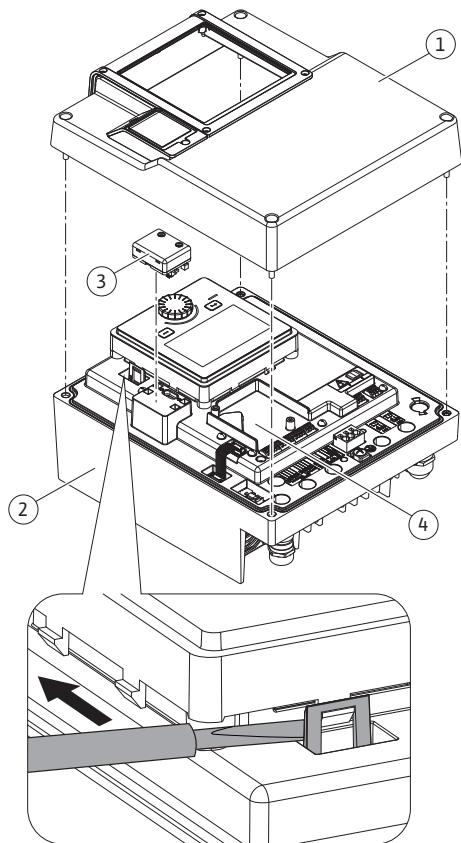
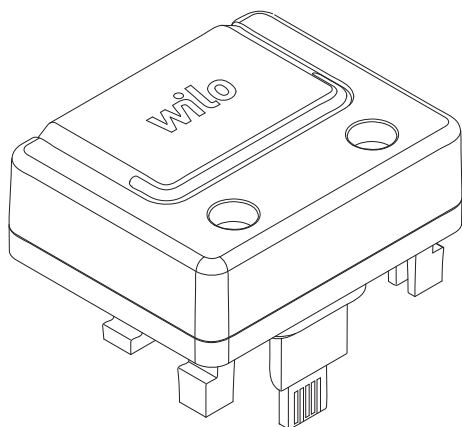

Fig. 26: Modul electronic
Fig. 27: Modul Wilo-Smart Connect BT
| Partea superioară a modulului electronic   | Fig. 26, Poz. 1Fig. 1, Poz. 2 | Torx 25/M5                 | 4,5   |                     |
| Modul CIF                                  | Fig. 26, Poz. 4                   | IP10/PT 30x10              | 0,9   |                     |
Interfața Bluetooth a modului Wilo-Smart Connect BT (Fig. 26, Poz. 3 și Fig. 27) servește la conectarea la dispozitive mobile, precum telefoane smartphone și tablete. Funcția Wilo-Smart Connect se află în aplicația Wilo-Assistant. Cu funcția Wilo-Smart Connect, pompa poate fi operată și reglată, iar datele pompei pot fi citite. Pentru setări, a se vedea capitolul „Punerea în funcțiune” [► 49].
1. Slăbiți patru șuruburi de pe partea superioară a modului electronic (Fig. 26, Poz. 1; Fig. 1, Poz. 2).
3. Conectați modulul Wilo-Smart Connect BT la interfața prevăzută Wilo-Connectivity Interface. A se vedea Fig. 26, Poz. 3.
Modulele CIF (accesorii) servesc la comunicarea dintre pompe și sistemul de management al clădirii. Modulele CIF sunt conectate la modulul electronic (Fig. 26, Poz. 4)